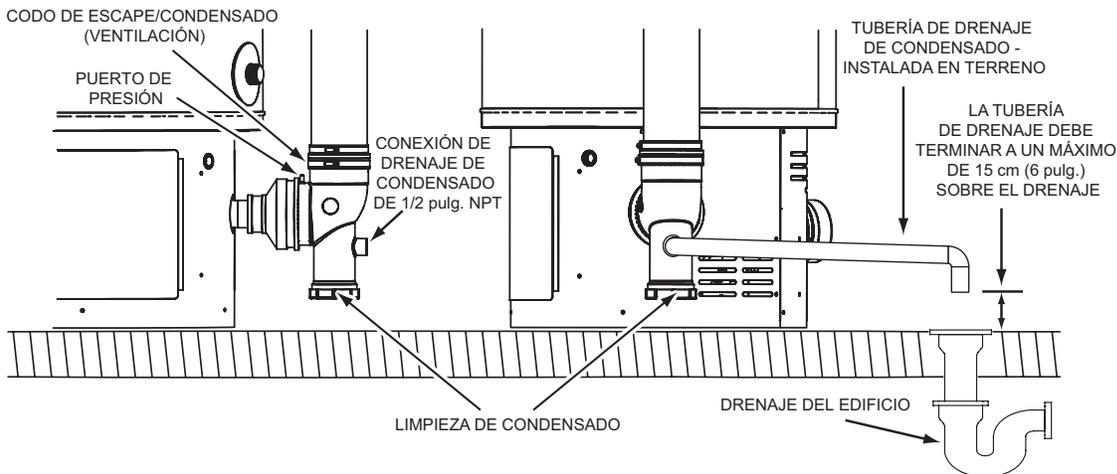

Figura 36
2. Instale una tubería de drenaje de condensado de PVC de 1/2 pulg. entre la conexión del drenaje de condensado en el codo de condensado/escape y un drenaje del inmueble adecuado con una ligera inclinación hacia abajo para drenar. El codo de escape posee un colector de condensado "incorporado". No instale un colector adicional en las tuberías de drenaje de condensado. Consulte la Figura 36.
3. Termine las tuberías de drenaje del condensado con un codo sobre el drenaje. Asegúrese de que todas las descargas salgan de la tubería de drenaje de condensado a no más de 15 cm (6 pulg.) sobre un drenaje del inmueble adecuado o de manera externa al inmueble, consulte la Figura 36.
4. Asegúrese de que la tubería de drenaje de condensado no esté elevada sobre la conexión del drenaje de condensado en el colector de condensado/escape, consulte la Figura 36.